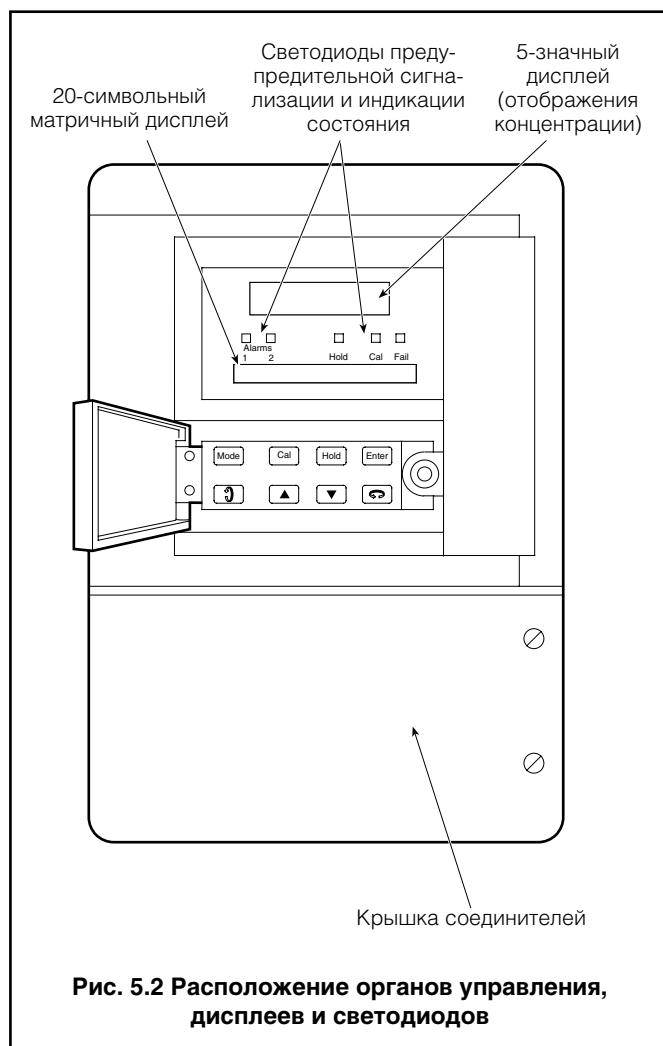

Рис. 5.2 Расположение органов управления, дисплеев и светодиодов
5.4 Органы управления на передней панели – Рис. 5.2
5.5 Дисплей – Рис. 5.2
5.6 Светодиодные индикаторы – Рис. 5.2